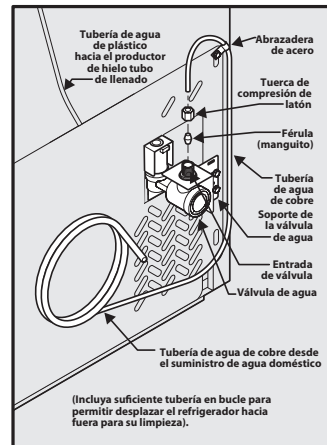

Figura 1
4. **Si usa tuberías de cobre:** deslice la tuerca de compresión de latón y luego la férula (manguito) en la tubería de suministro de agua. Empuje la tubería de suministro de agua hacia dentro de la entrada de la válvula de agua lo más posible (1/4 de pulgada/6 mm). Deslice la férula (manguito) en la entrada de la válvula y apriete manualmente la tuerca de compresión en la válvula. Apriete otra media vuelta con una llave; NO apriete en exceso. Consulte la Figura 1.